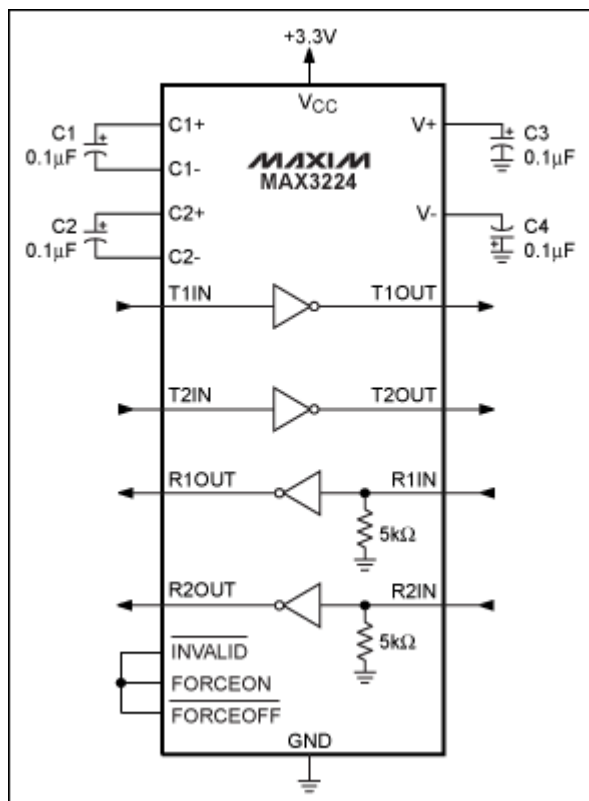

図 11. ForceOnとForceOffの入力をInvalid出力に接続することによって、AutoShutdown Plus製品は、AutoShutdown製品のように動作させることができます。
2. ForceOnとForceOffの両方にInvalidラインを接続した場合、AutoShutdownのように動作させることも可能です。図11を参照してください。